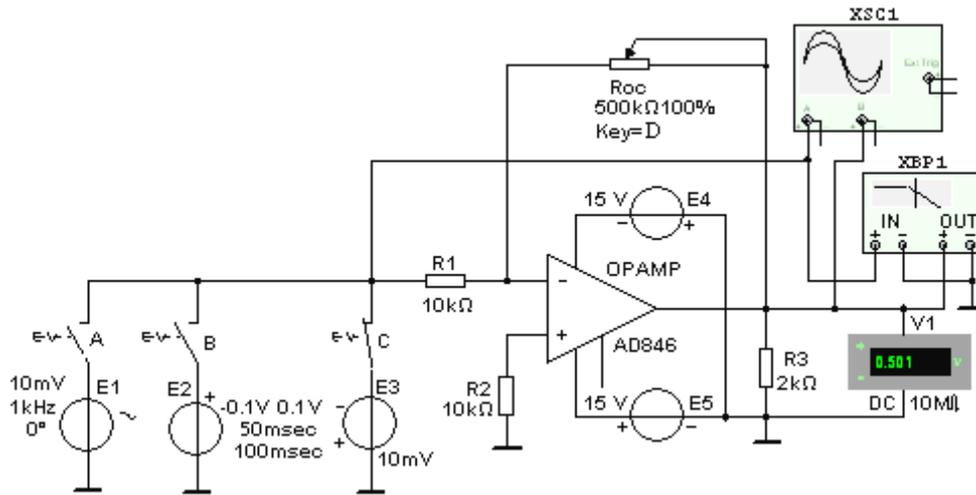

Рис. 3.5
Пункт 1) Задание 1. Запустить среду MS10. **Открыть** файл **3.5.ms10**, размещённый в папке **с лабораторным заданием**, или **собрать** на рабочем поле среды MS10 схему для испытания *инвертирующего усилителя* на ОУ (рис. 3.5), **ознакомиться** с методикой расчёта параметров элементов схемы
и установить их в диалоговых окнах компонентов. Скопировать схему (рис. 3.5) на страницу отчёта.
1.1. Инвертирующий усилитель (рис. 3.5) собран на ОУ типа **AD846**, параметры которого приведены на рис. 3.3 (теоретический материал).
1.5. (Выполняется факультативно). С помощью схемы (см. рис. 3.5, ключ А замкнут) исследовать влияние напряжений источников питания **E4** и **E5**, сопротивления резистора **Roc**, сопротивления **R3** нагрузки на коэффициент усиления напряжения и частотные свойства неинвертирующего усилителя.